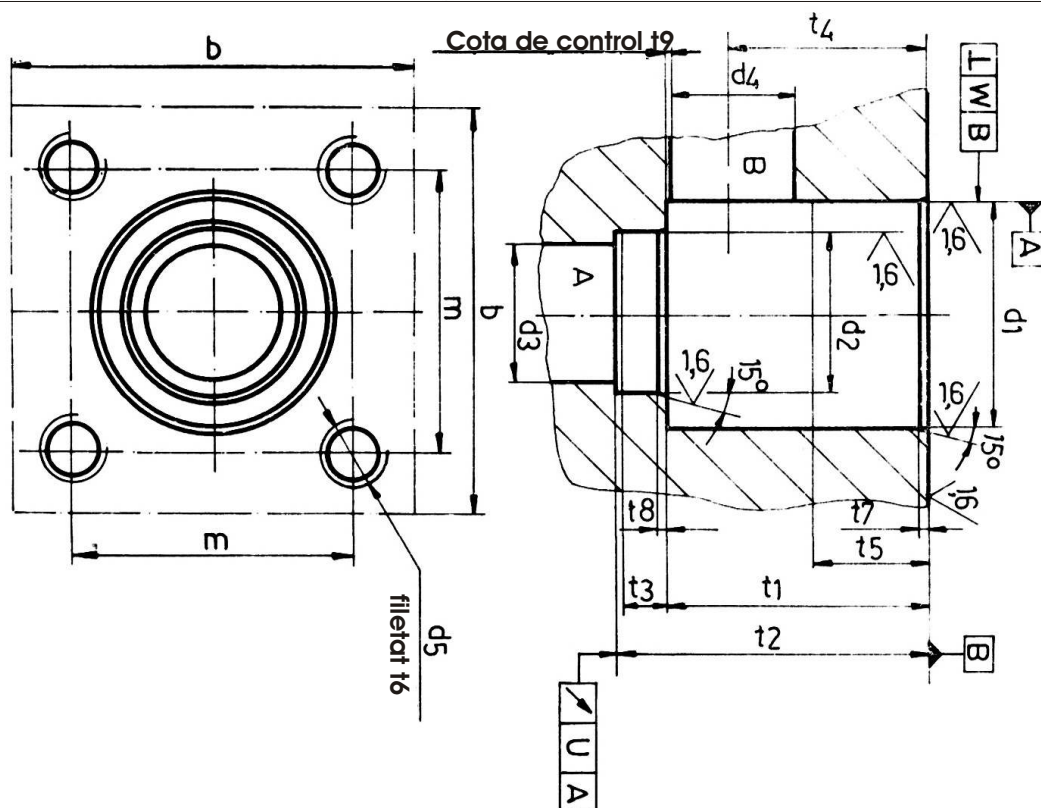

Fig. 8
-Supapele se monteaza prin introducerea cartusului in placi sau blocuri cu circuite hidraulice care vor respecta dimensiunile si conditiile de prelucrare aratate in fig. 8 si tabelul 3.